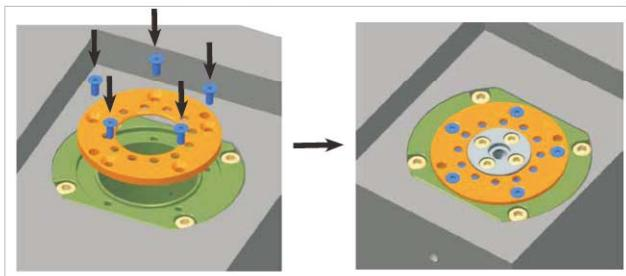

图11-21 将定位环固定到缸套上
2. 用平头螺钉将定位环固定到缸套上。拧紧至 2.8Nm (2 ft-lb)。见图11-21。